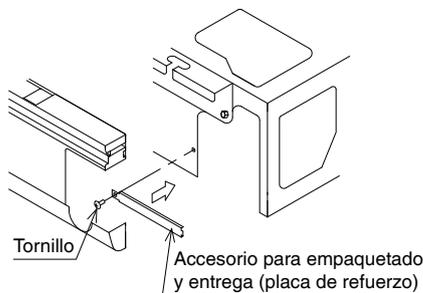

Fig. 30
- Después de instalar la tubería de desagüe, instale el accesorio para empaquetado y entrega (placa de refuerzo), retirado en la sección "6. TUBERÍA DE REFRIGERANTE". Sin embargo, no es necesario instalar el accesorio para empaquetado y entrega en el lado derecho (placa de refuerzo). (Consulte la Fig. 30)